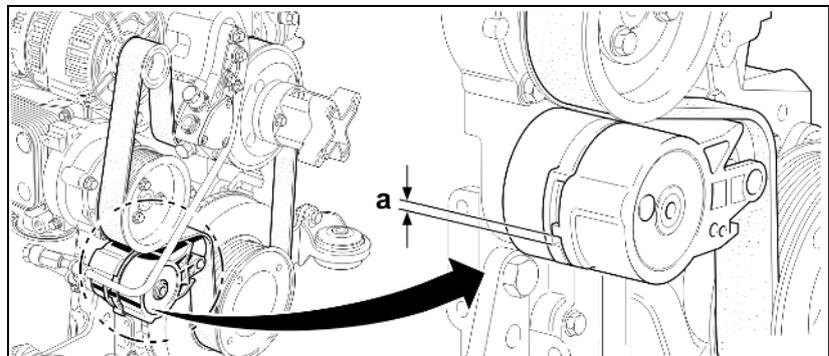

Fig. 170
1. Auffangschale unter Verschlusschraube (Fig. 170/1) aufstellen.